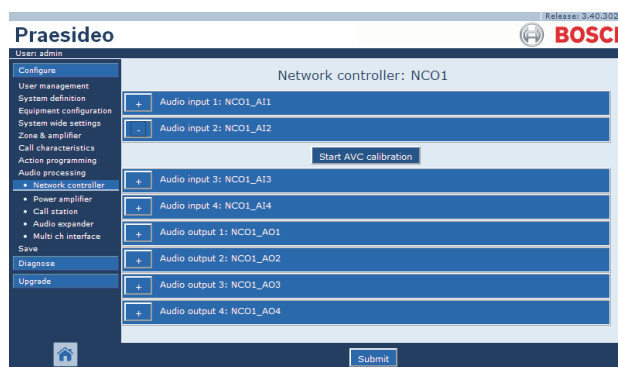

figura 50.2: Tasto di calibrazione AVC
- 9 Andare alla pagina *Audio processing* dell'ingresso audio alla quale è collegato il microfono ambientale. Appare una schermata simile a quella in figura 50.2.